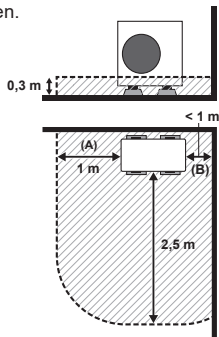

Fig. 3-4
(3) Når der installeres på et sted med 2 åbne overflader (hvor afstanden mellem den ene side af enheden og muren er mindre end 1 m, f.eks. hjørnet af en bygningsmur) (Fig. 3-4)
Hvor afstanden mellem den ene side af enheden og muren er mindre end 1 m, gælder de samme forhold som vist i Fig. 3-4.